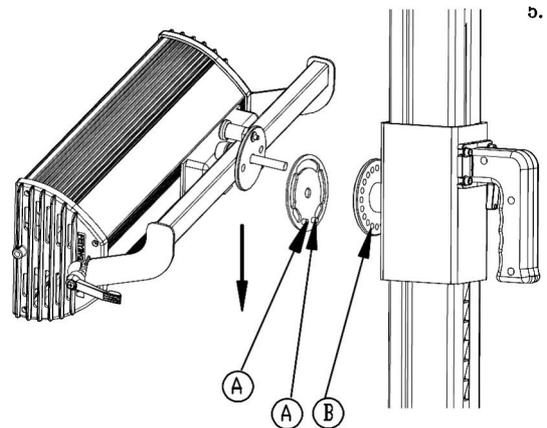
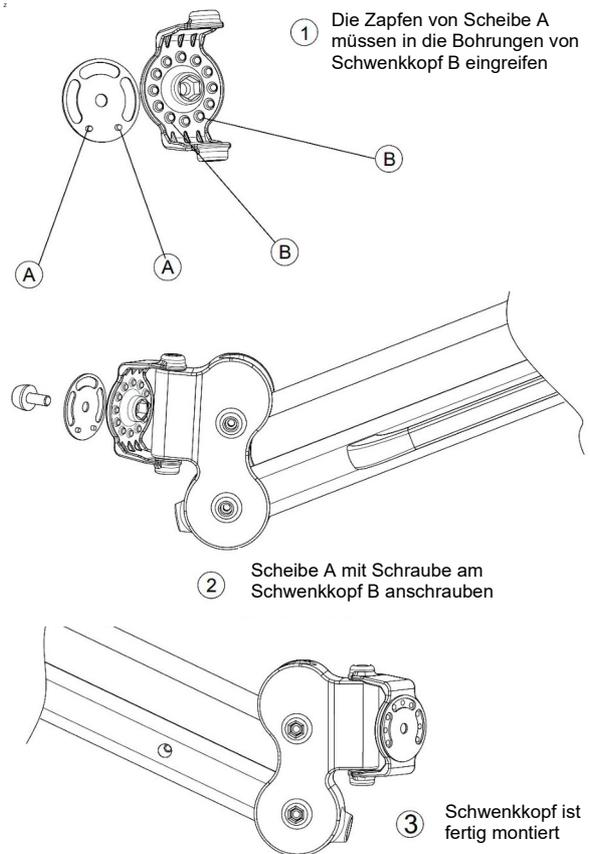

Abb. 6: Montage der Heizstrahler-Kassette
Abb. 7: Montage des Schwenkopfs
- b) Montieren Sie die Heizstrahler-Kassette am Träger. Die Zapfen A müssen in die Bohrungen B des Schwenkkopfs eingesetzt sein (Abb. 6, Abb. 7).
- c) Scheibe mit Schwenkkopf verschrauben (Abb. 7, 2).